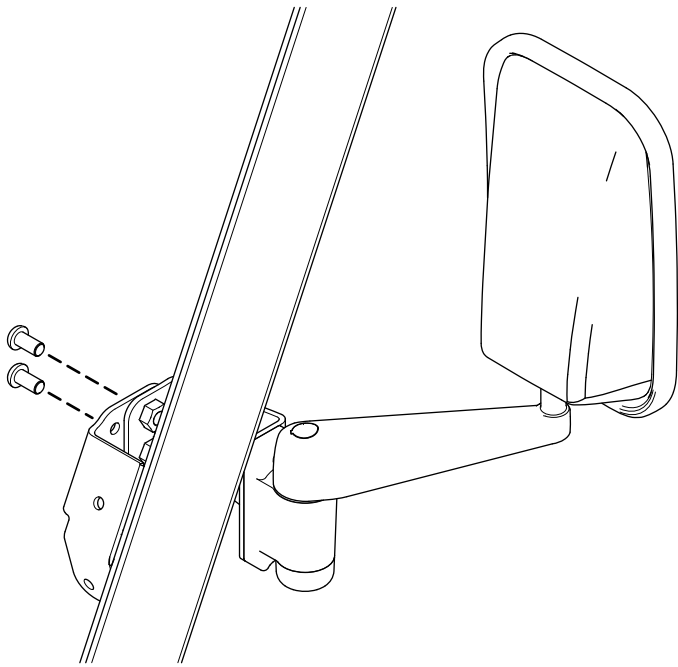

図2
2. ミラーブラケットにミラーアセンブリをROPSに固定するトークスヘッドねじ2本を使用する図2。